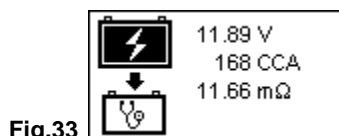
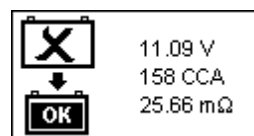

Fig.33
Fig.34
2. Procedere con l'inserimento del dato di riferimento e attendere i risultati che verranno mostrati come da esempio sotto Fig. 33 and Fig.34:
Fig.33 - I risultati indicati [Ricarica e prova nuovamente] indicano che prima di ripetere la prova, la batteria deve essere ricaricata dato che la tensione rilevata (State Of Charge) 11.89V è troppo bassa.
Fig.34 - I risultati indicati [Sostituire], indicano la necessità di sostituire la batteria dato che la resistenza interna rilevata è 25.66mΩ, quindi più elevata del valore limite di 15mΩ.